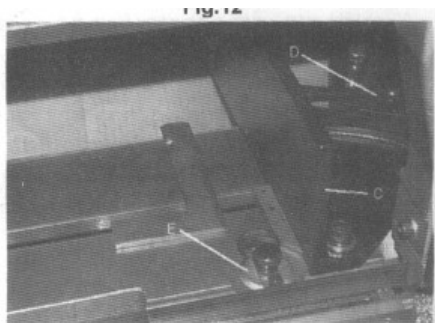

Рис. 13
1. Поверните правую губку тисков (С) Рис.13. полностью вправо и замкните подпружиненную зажимную рукоятку (D).
2. При помощи комбинированного угольника (Е), поместите один конец угольника на губку тисков, а другой конец на полотно, как показано на Рис. 13. Проверьте визуально, чтобы губка тисков находилась под углом 90 градусов к полотну.